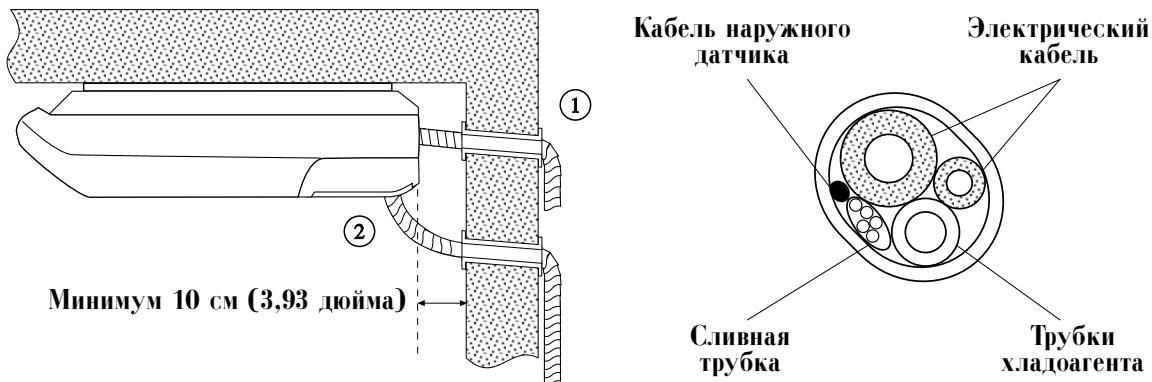
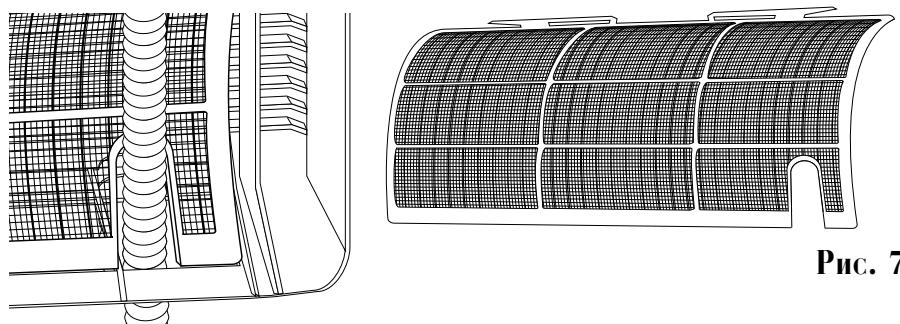

Рис. 1
Рис. 7
- Трубопроводы, соединяющие внутренний и наружный агрегаты, могут быть выведены в любом из двух направлений, показанных на рис. 1.
- Если слив проложен по направлению ①, как показано на рис. 1, вырежьте овальное отверстие для сливной трубы и проведите ее через решетку воздухозаборника (см. рис. 7).